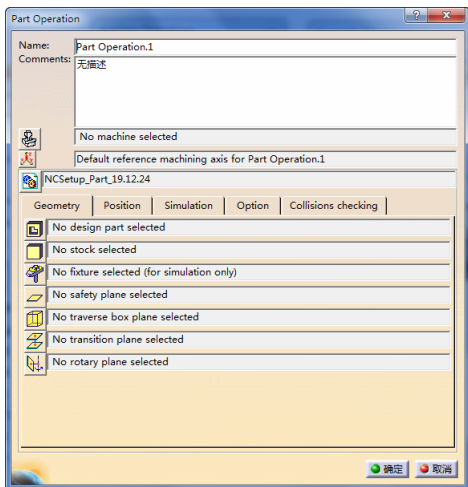

图 3-203 “Part Operation”对话框（3）
1) 在特征树中双击“Part Operation.1”节点，弹出“Part Operation”对话框（3），如图 3-203 所示。